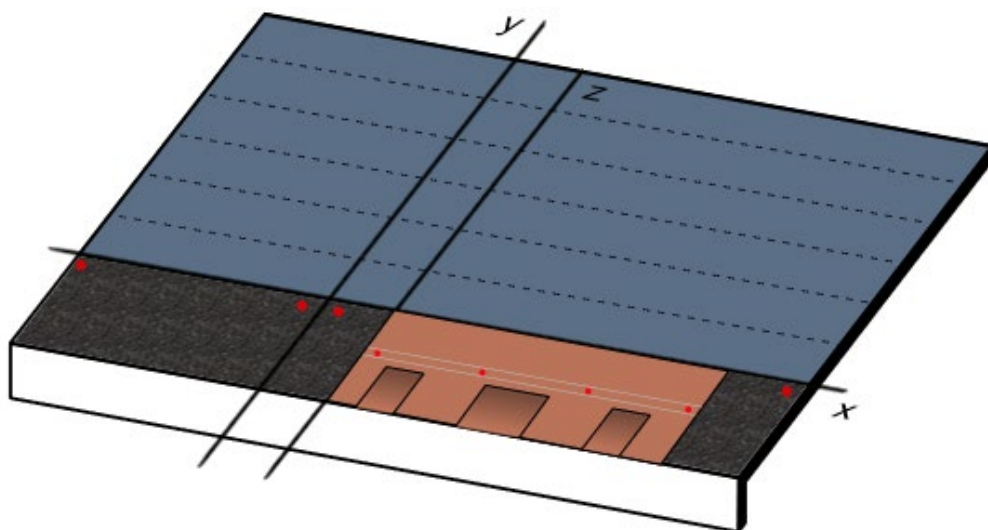
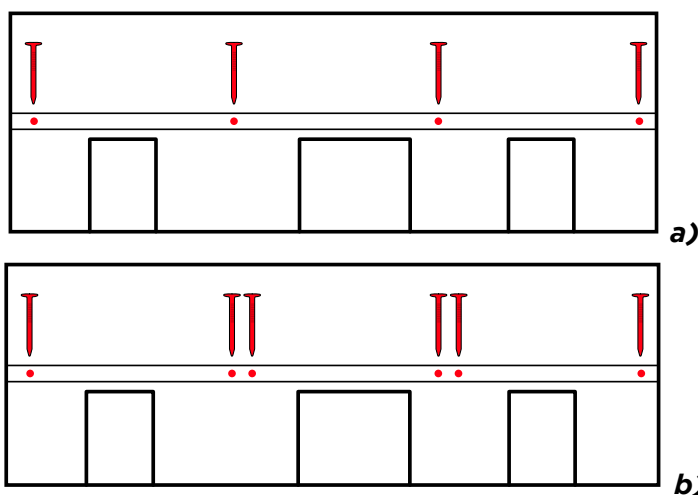

Fig. 7 - Posa delle tegole
Fig. 8 - Chiodatura tegole a) pendenze <60°; b) pendenze >60°
- Procedere con la posa della fila di partenza: allineare il bordo laterale della Start Line SA con la verticale **y** e il bordo superiore sull'orizzontale **x**. Rimuovere il film retrostante e fissare la Start Line SA con dei chiodi posti alle estremità superiori - Fig. 7. Disporre e chiodare la Start Line SA in adiacenza, fino al completamento di tutte le falde.
- Procedere con la posa della prima fila di tegole: allineare il bordo laterale della prima tegola sulla verticale **z** e il bordo superiore sull'orizzontale **x** - Fig. 7. Chiodare la tegola al sottofondo posizionando 4 chiodi per tegola, tra le due linee bianche, come da Fig. 8 a). Nel caso di pendenze di falda tra 60°- 85°, posizionare 2 chiodi aggiuntivi vicino al secondo e al terzo chiodo, per un totale di 6 chiodi per tegola, come da Fig. 8 b). Procedere con la posa di tutte le tegole della fila.